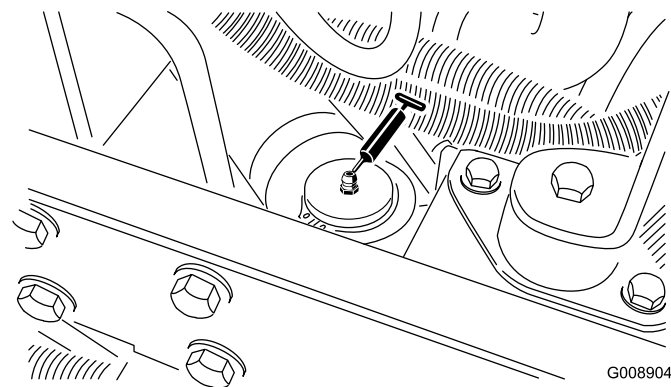

Figura 49
- Cilindro sterzante (Figura 49)